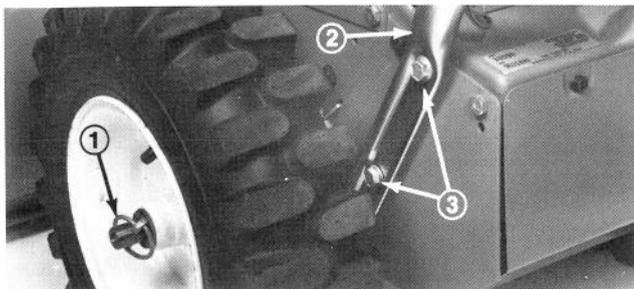

Abb. 1
3. Die Holme aussen an den Seitenplatten ansetzen und mit vier Sechskantbundschrauben befestigen (Abb. 1). Die Schrauben mit 3 mkp festziehen.
Anmerkung: Sicherungstift herausnehmen, Rad geht ab, um Spiel einzustellen (Abb. 1).